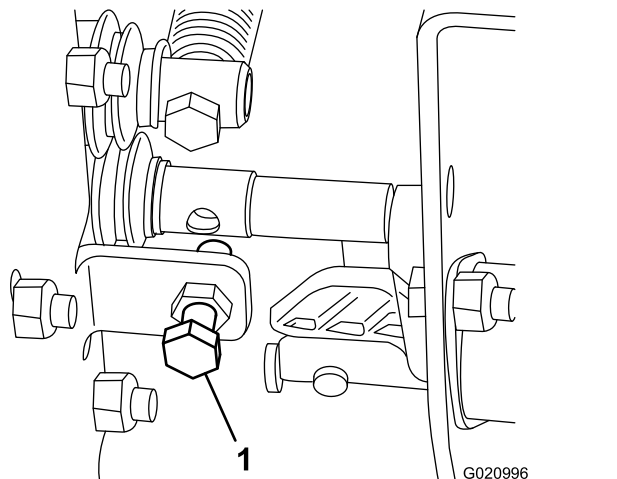

Figura 17
- Se la velocità di sollevamento della macchina è troppo bassa o troppo alta regolare il bullone indicato in **Figura 17**.